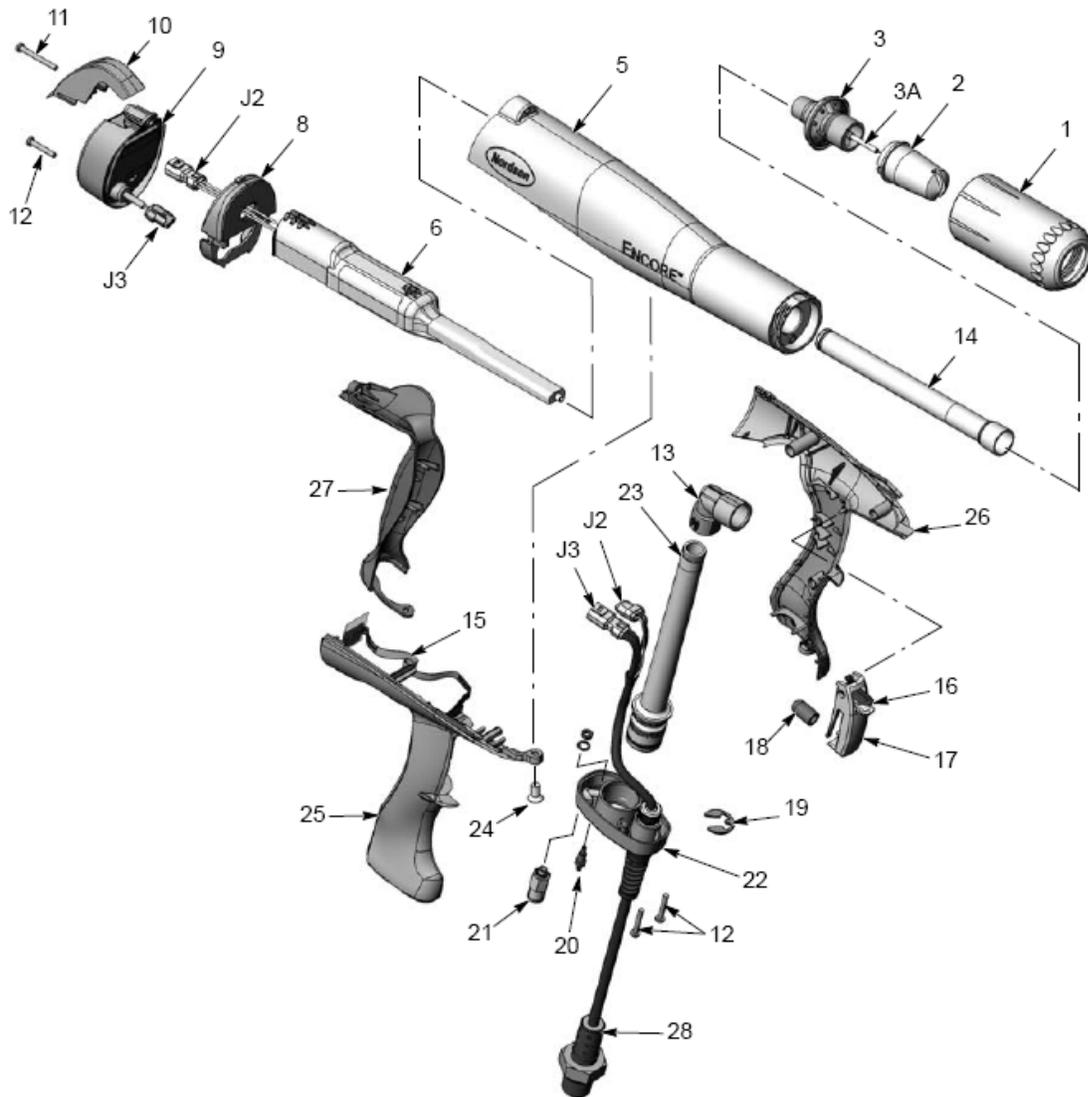
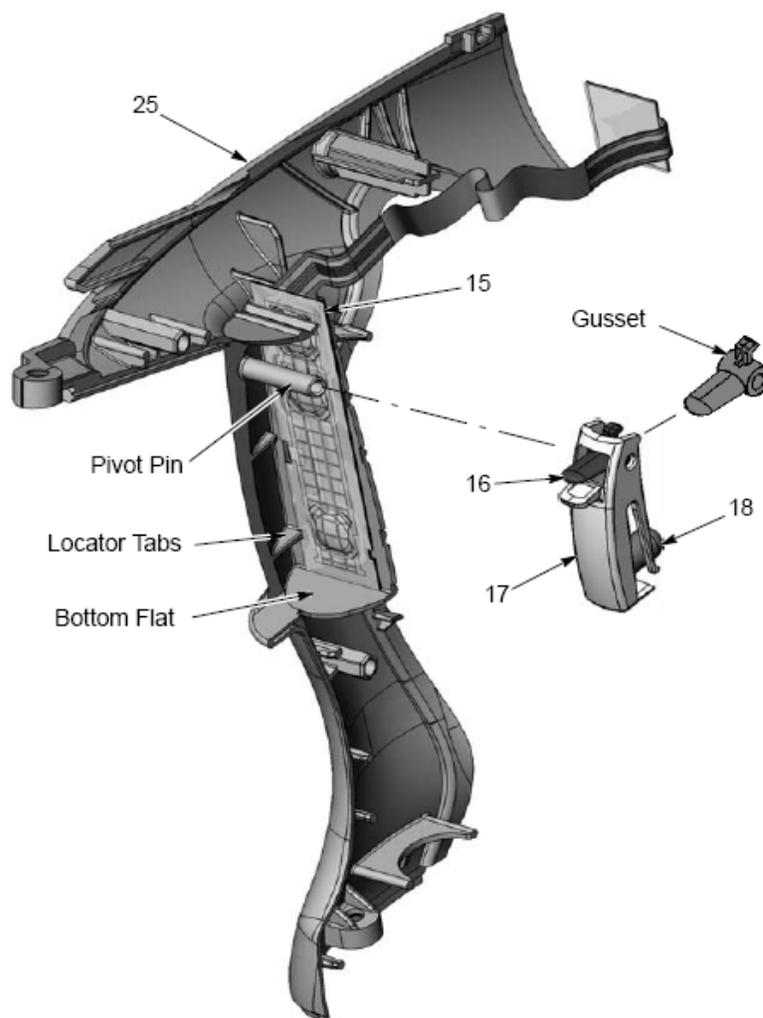

图 5-3 喷枪分解图 (编号与零件清单相同)
图 5-10 触发开关和扳机的安装
如图 5-3、5-4 和拆解步骤所示。
3. 拆下的止回阀 (21, 图 5-3) 旋接在枪把座上。切勿过度拧紧止回阀。
4. 安装入口管, 其中 O 形环 (23) 安装在枪把座 (22)。
5. 如图 5-10 所示。将拆下的触发开关 (15) 安装在右侧枪把 (25) 的安装面上, 并用定位片和底部平面对其定位。按压开关, 紧密固定。
6. 将致动器 (18) 组装在主扳机 (17) 螺丝孔上。设置扳机 (16) 的角撑板方向正确后, 插入主扳机。对准扳机枢轴孔, 使扳机滑向右侧半个枪把上扳机枢轴销上方。
24. 如图 5-3 和 5-4 所示。将电极装置安装在枪身前部。勿使电极发生弯曲或损坏。